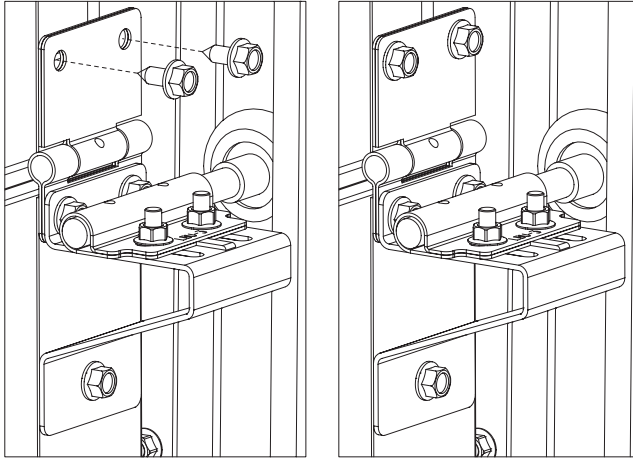

Рис.28.1
3) двумя самонарезающими винтами 6,3x16 закрепить к панели верхнюю полу-петлю боковой петли (рис.28.1), установленной на нижней панели. Панель должна быть строго вертикальна.